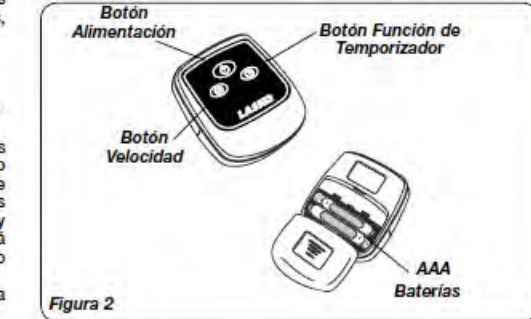

Figura 2
Todas las funciones realizadas con el Control Remoto funcionan idénticamente a los controles manuales. (Figura 2).
1. Instale las baterías como mostrado en la Figura 2 (No Incluidas). La batería es el tipo "AAA".